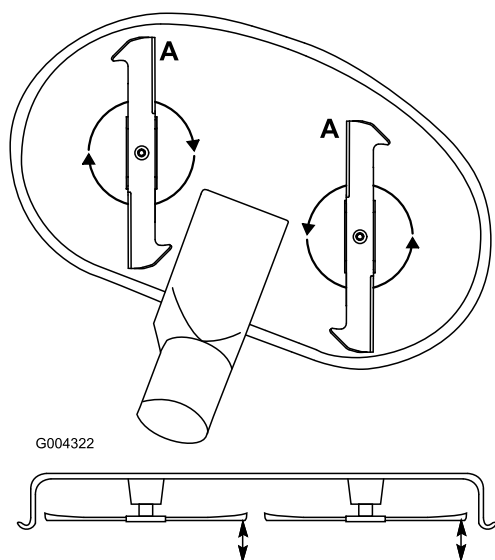

Figura 48
1. Girate le lame fino a disporle in parallelo con la lunghezza della macchina (Figura 48). Misurate da un piano orizzontale fino al tagliente delle lame, posizione **A**, (Figura 48). Prendete nota di questa misura.